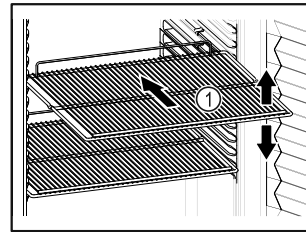

Fig. 60
- Dacă grătarele tip poliță Fig. 60 (1) pot fi mutate, adaptați-le în funcție de înălțime.